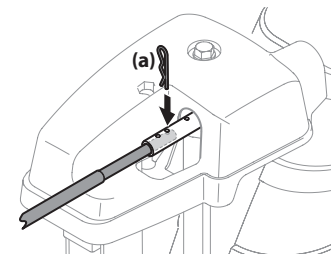

Figura 2-44
6. Oprima la varilla de control del canal hacia el panel de control hasta que el orificio de la varilla quede alineado con el orificio del medio de la entrada del control del canal e inserte el pasador de chaveta (a) que extrajo en el Paso 1. Consulte Figura 2-44.